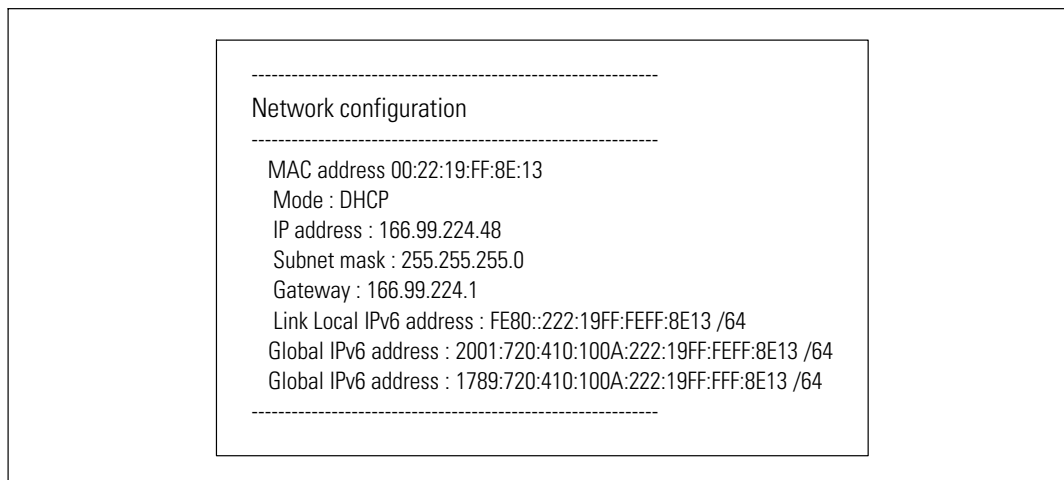

图 41. 读取网络设置选项
- **Read Network settings:** 查看网络设置( 参见图 41 )。